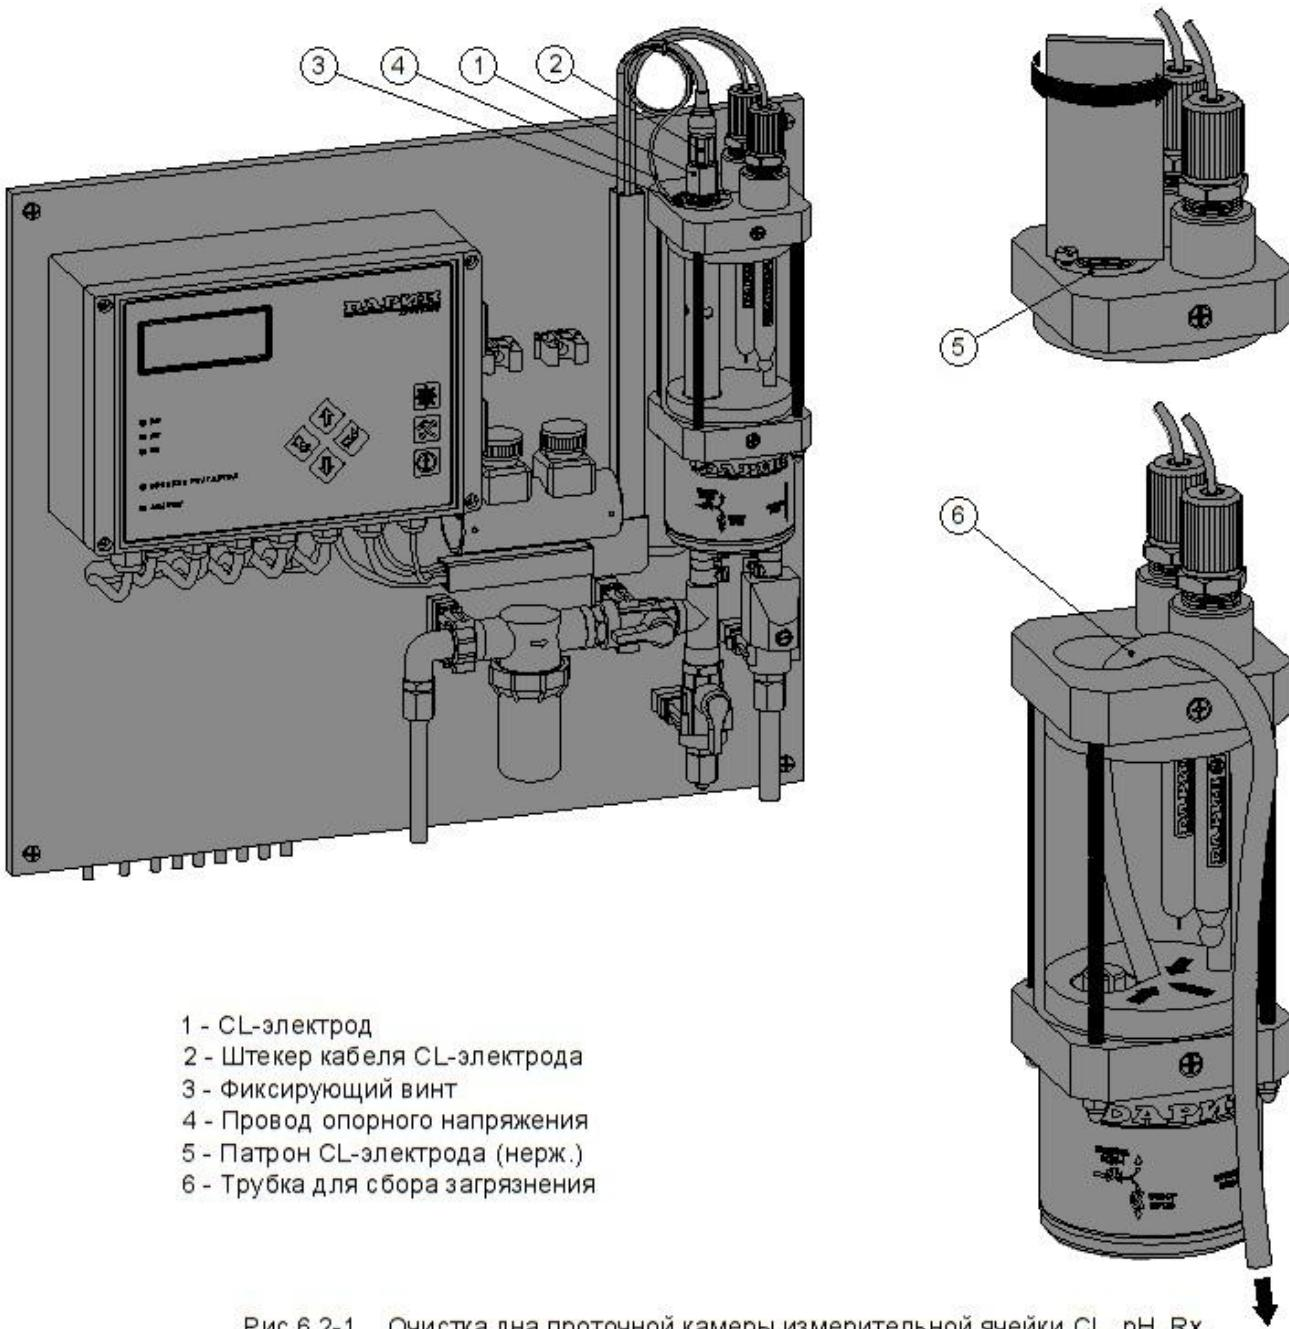

Рис.6.2-1 Очистка дна проточной камеры измерительной ячейки CL, pH, Rx
- отсоединить штекер кабеля от CL-электрода (см. рис.6.2-1, поз. 1 и 2); ослабить фиксирующий винт и отсоединить провод опорного напряжения от ячейки (см. рис.6.2-1, поз. 3 и 4); выкрутить CL-электрод из ячейки; далее выкрутить патрон CL-электрода из ячейки (см. рис.6.2-1, поз. 5);
- опустить один конец трубы на дно проточной камеры измерительной ячейки, а на другом конце трубы создать разряжение, чтобы из проточной камеры пошла вода, и опустить этот другой конец трубы в приёмную емкость (см. рис.6.2-1, поз. 6);
- слегка выкрутить гильзу pH-электрода (см. рис.6.2-1, поз. 7), чтобы из ячейки смог выходить воздух, дождаться заполнения ячейки водой и закрутить гильзу pH-электрода обратно; наличие воздуха в ячейке не нарушает её работоспособности, но желательно заполнять ячейку водой полностью;